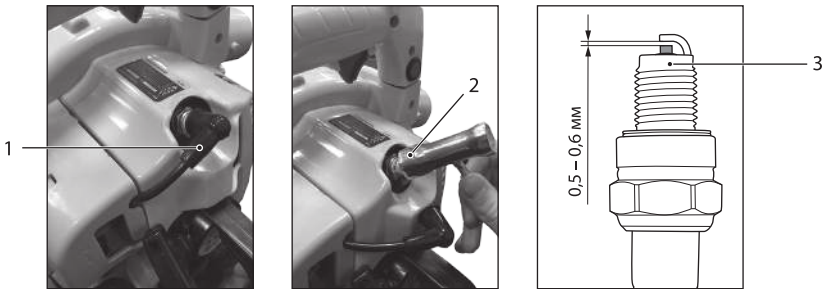

Рис. 10
- 1. Отсоедините высоковольтный провод свечи зажигания 1 (рис. 10).
- 2. С помощью свечного ключа 2 (рис. 10) в комплекте открутите свечу зажигания против часовой стрелки.
- 3. Проверьте состояние свечи зажигания 3 (рис. 10). При выявлении загрязнений очистите свечу зажигания с помощью металлической щетки и проверьте зазор между электродами. Зазор должен составлять 0,5–0,6 мм.
- 4. Закрутите свечным ключом свечу зажигания по часовой стрелке и подсоедините высоковольтный провод для продолжения эксплуатации (рис. 10).